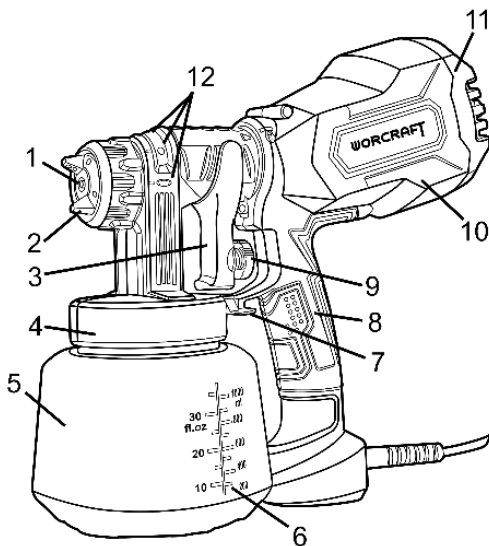
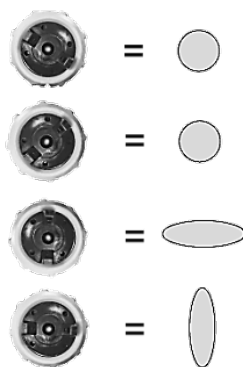

Рисунок 1
Рисунок 2
Приєднайте блок розпилення до корпусу електродвигуна (10, рисунок 1), вирівнявши проріз у блоці з відповідним виступом у корпусі. Поверніть блок розпилення відносно корпусу, за годинниковою стрілкою до упору, поки важіль (7, рисунок 1) надійно не зафіксує блок.
Для від'єднання блока розпилення необхідно спочатку притиснути важіль його фіксації (7, рисунок 1) вниз, повернути блок проти годинникової стрілки та витягнути його з посадкового місця.
**УВАГА! Перед початком робіт з виробом переконайтеся, що блок розпилення надійно зафіксований в корпусі, а ємність для фарби (5, рисунок 1) герметично закрита кришкою (4, рисунок 1).**
4.3 Наповніть ємність (5, рисунок 1) робочим матеріалом та закрутіть кришкою (4, рисунок 1).
4.4 Для увімкнення виробу натисніть на пускову клавішу (3, рисунок 1) та за допомогою регулятора (9, рисунок 1) налаштуйте потрібний рівень інтенсивності розпилення. Щоразу, при натисканні пускової клавіші, рівень інтенсивності розпилення буде відповідати обраному.
**4.5** За допомогою регулятора (2, рисунок 1) оберіть необхідну форму (круглу або еліптичну) та орієнтацію (вертикальну або горизонтальну) факела (дивіться рисунок 2).
- відкрутіть кришку повітряного фільтра (11, рисунок 1), витягніть сам фільтр, промийте його спочатку в мильному розчині, а потім під проточною водою. Відіжміть фільтр, не викручуючи його, та повісьте для просушування. Перед наступним використанням вставте висушений фільтр і прикрутіть кришку (11, рисунок 1) на місце.